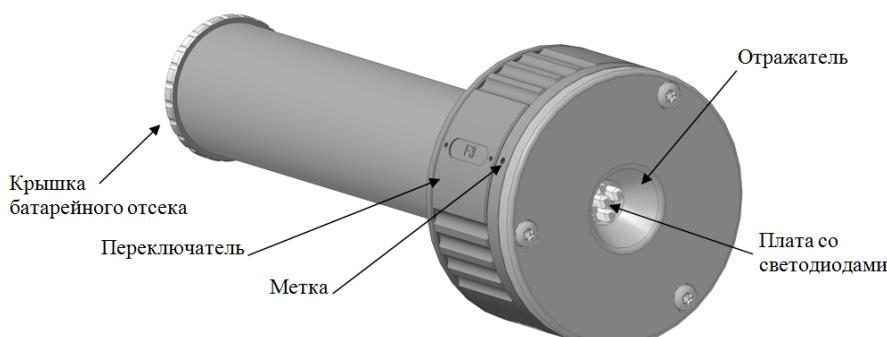

Рисунок 2 – Внешний вид излучателя
Излучатель представляет собой алюминиевый корпус, состоящий из отражателя, платы электронной со светодиодами, переключателя режима работы и крышки батарейного отсека, см. рисунок 2. Отсек с аккумуляторной батареей залив компаундом.
- открутить крышку батарейного отсека, см. рисунок 2;